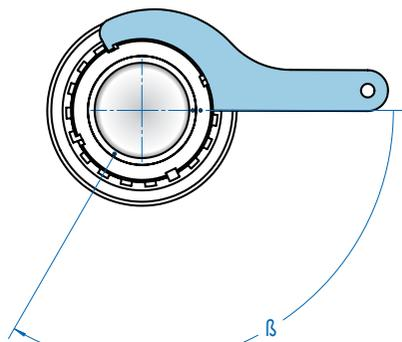

figura 42 - Posição inicial
- com um marcador industrial referencie a porca e a bucha (figura 42), conforme o eixo do rolamento (tabela 37) ;